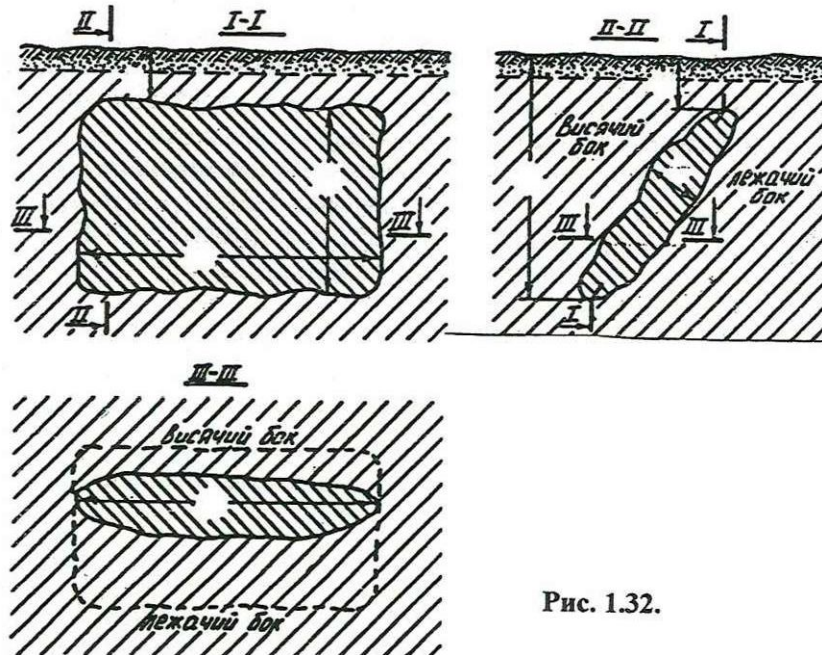

Рис. 1.32.
30. На каких разрезах (рис.1.32) можно показать длину месторождения по простиранию?